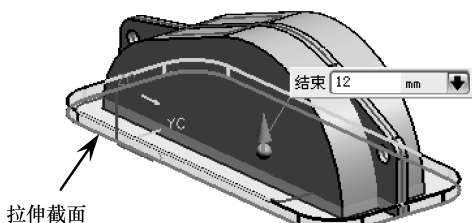

图 4-78 创建底部的拉伸特征
- 05 使用【拉伸】工具，选择如图 4-78 所示的截面，创建出向 +ZC 轴拉伸 12 的底部实体特征。